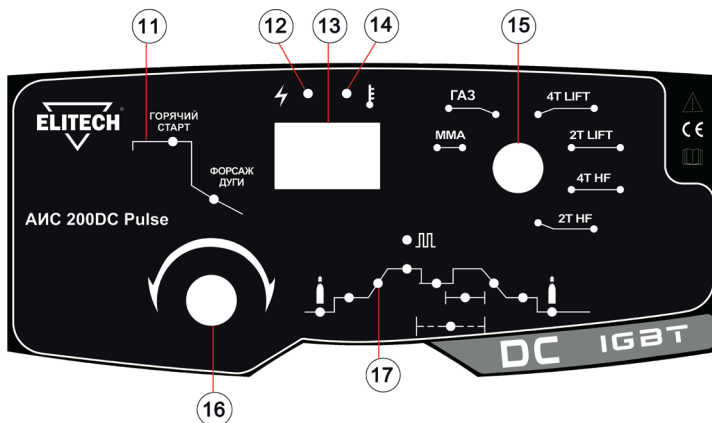
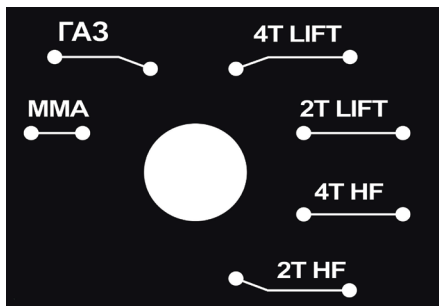

Рис. 1
Рис. 3
Примечание! Регулятор/переключатель 16 (Рис. 1) имеет два функционала. Поворот вправо/влево и нажатие.
Для выбора диаграммы сварки MMA установите переключатель 15 (Рис. 1) в положение MMA. Нажимая на кнопку 16 (Рис. 1), выберите нужный параметр. Регулятором 16 (Рис. 1) установите значение выбранного параметра. Значение выбранного параметра будет отображаться на цифровом табло 13 (Рис. 1).
Горячий старт - это автоматическое увеличение сварочного тока в момент касания электродом изделия, позволяющее на повышенном режиме прогреть металл и обеспечить легкое зажигание дуги. Регулятором 16 (Рис. 1) увеличивают или уменьшают силу тока горячего старта.
Для выбора диаграммы сварки TIG установите переключатель 15 (Рис. 1) в любое положение, соответствующее сварке методом TIG, кроме положения MMA и GA3 (Рис. 3). Нажимая на кнопку 16 (Рис. 1), выберите нужный параметр.
Регулятором 16 (Рис. 1) установите значение выбранного параметра. Значение выбранного параметра будет отображаться на цифровом табло 13 (Рис. 1).
1. Подключите к аппарату горелку TIG. Вставьте разъем управления горелкой в разъем «TIG» 2 (Рис. 1) на панели сварочного аппарата и зафиксируйте его. Газовый разъем подсоедините к газовому разъему TIG 3 (Рис. 1) на передней панели.
2. Зафиксируйте зажим на массу к заготовке. Разъем кабеля с зажимом на массу подключите к плюсовому разъему аппарата 1 (Рис. 1).